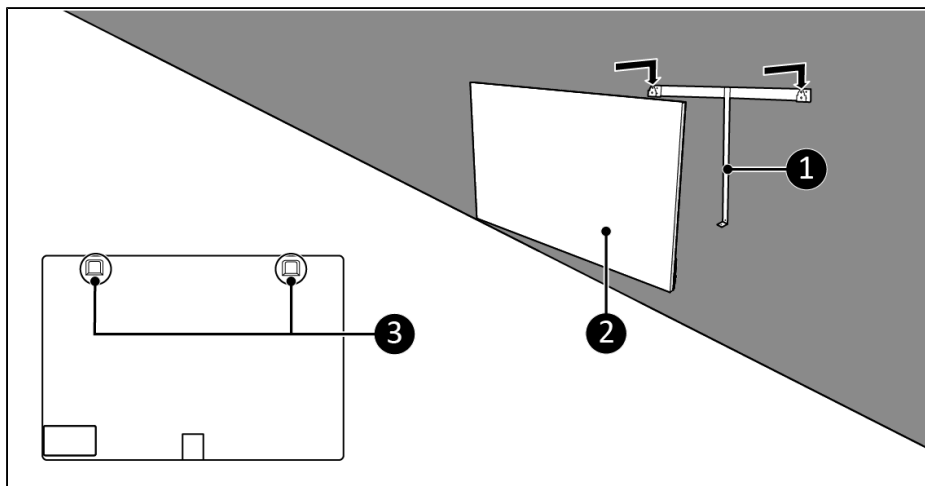

Figuur 6.
2. Plaats het apparaat op een minimale afstand (Figuur 6) van: